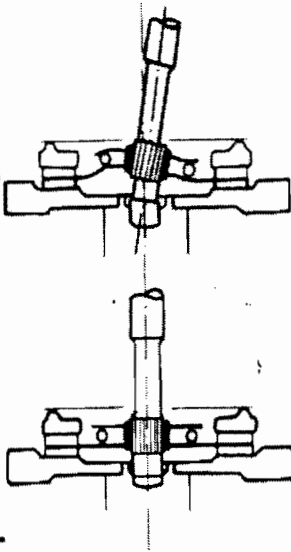

рис.1
2.1 Снять с автомобиля КПП и вместо неё установить контрольное приспособление 24-Ф-3370 (см. фото), закрепив его на картере сцепления через шпильки крепления КПП. Направляющий вал приспособления установить в шлицы ведомого диска. Данный контроль необходим для исключения влияния несоосности КПП и двигателя (см. рис. 1) на работу сцепления.